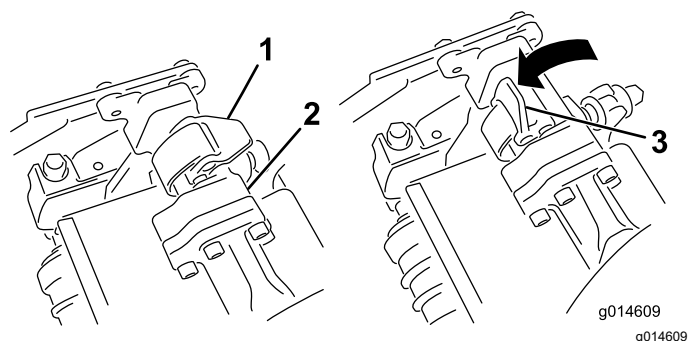
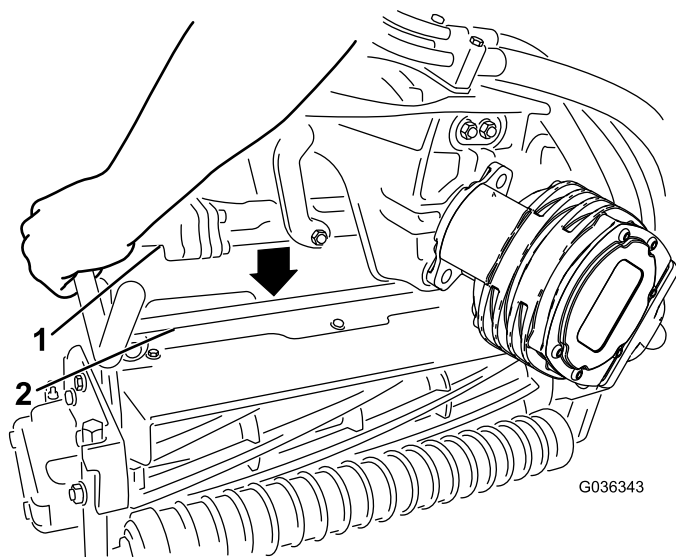

Figura 51
Figura 52
4. Con los enganches del brazo de suspensión orientados hacia arriba (es decir, abiertos) (Figura 51), empuje hacia abajo el brazo de suspensión de modo que la barra encaje en la barra situada en la parte superior de la unidad de corte (Figura 52).
5. Presione los enganches hacia abajo alrededor de la barra de la unidad de corte y bloquéelas (Figura 51).
5. Abra los enganches de la barra del brazo de suspensión de la unidad de corte que está retirando (Figura 51).